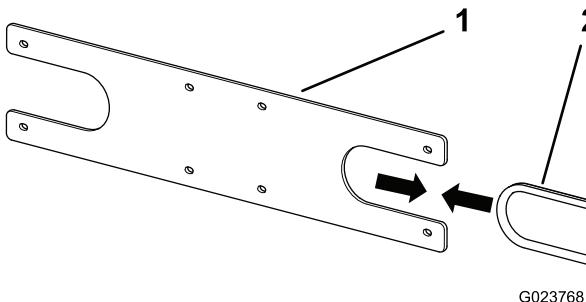

Рисунок 4
5. Установите вставку в торцевую пластину (Рисунок 4) в том месте, где шланг проходит сквозь основание.